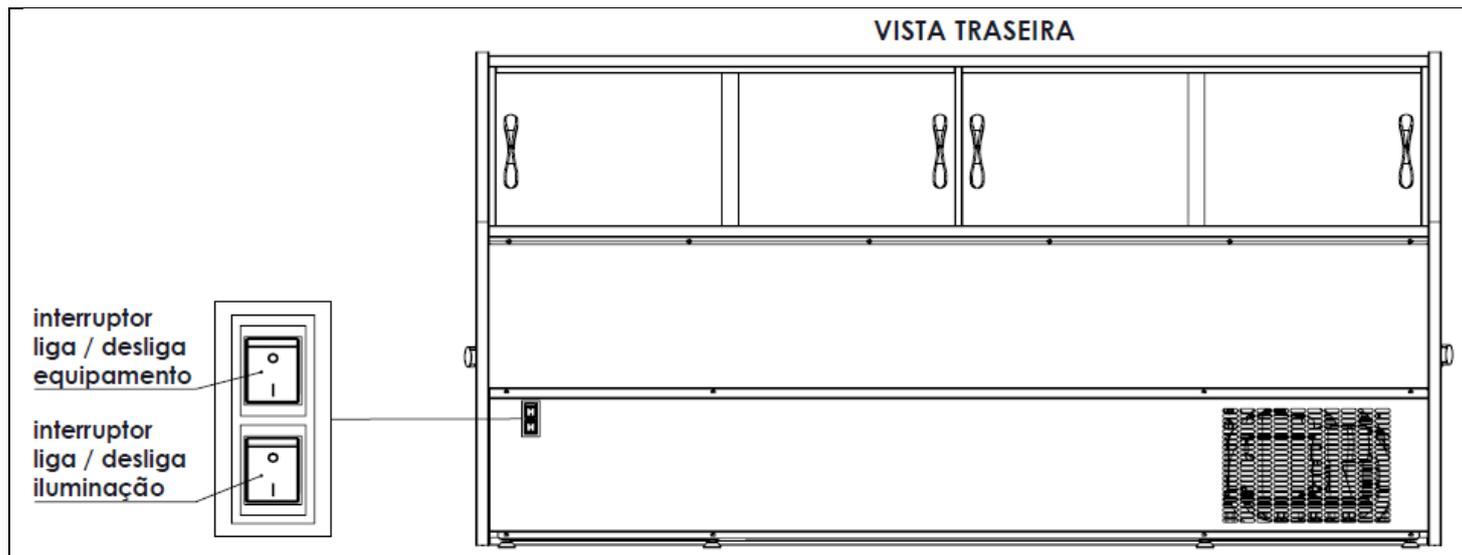

Figura 1: Localização do interruptor iluminação
- 1 - A iluminação interna pode ser ligada ou desligada através de um interruptor localizado na região traseira do expositor, conforme figura 1.